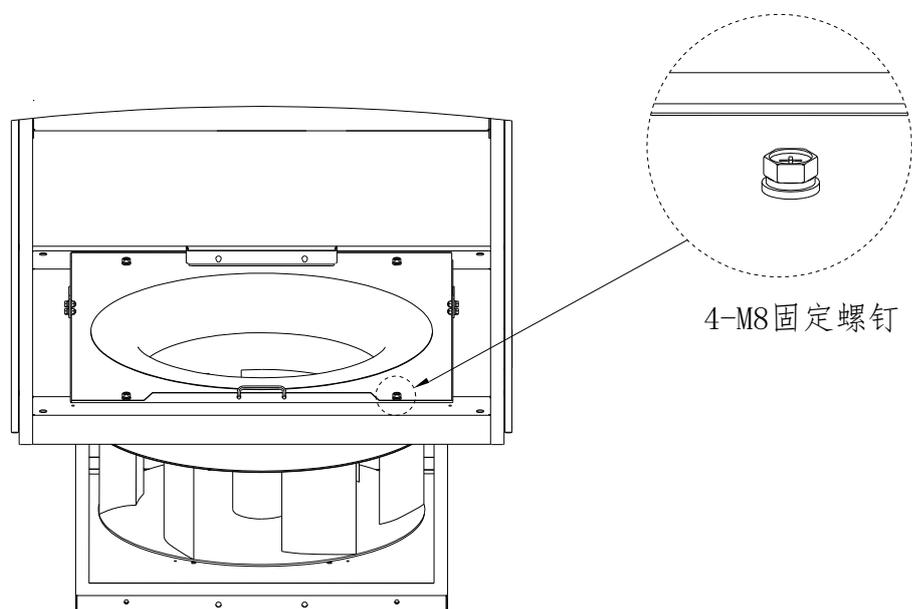

图 3-15 第 3 步示意图
**第 3 步：**缓慢松放沉降索，将风机组件下沉至底板后，采用 4-M8 螺钉将风机固定（如图 3-15 所示）。